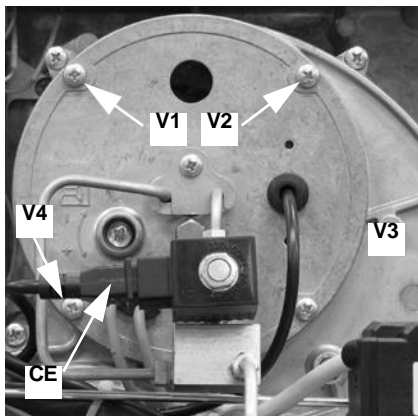

Fig. 41
- Entfernen Sie die 4 Schrauben V1 - V4, wie in Abb. 41 dargestellt..
- Setzen Sie den Verbrennungskopf wieder zusammen und ziehen Sie die 4 Schrauben V1 - V4 an (Abb. 41).